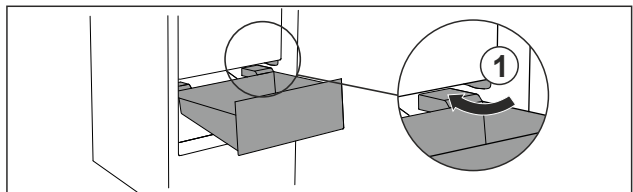

Fig. 27
- ▶ Før skuffen rundt stopperne Fig. 27 (1) på skrå.